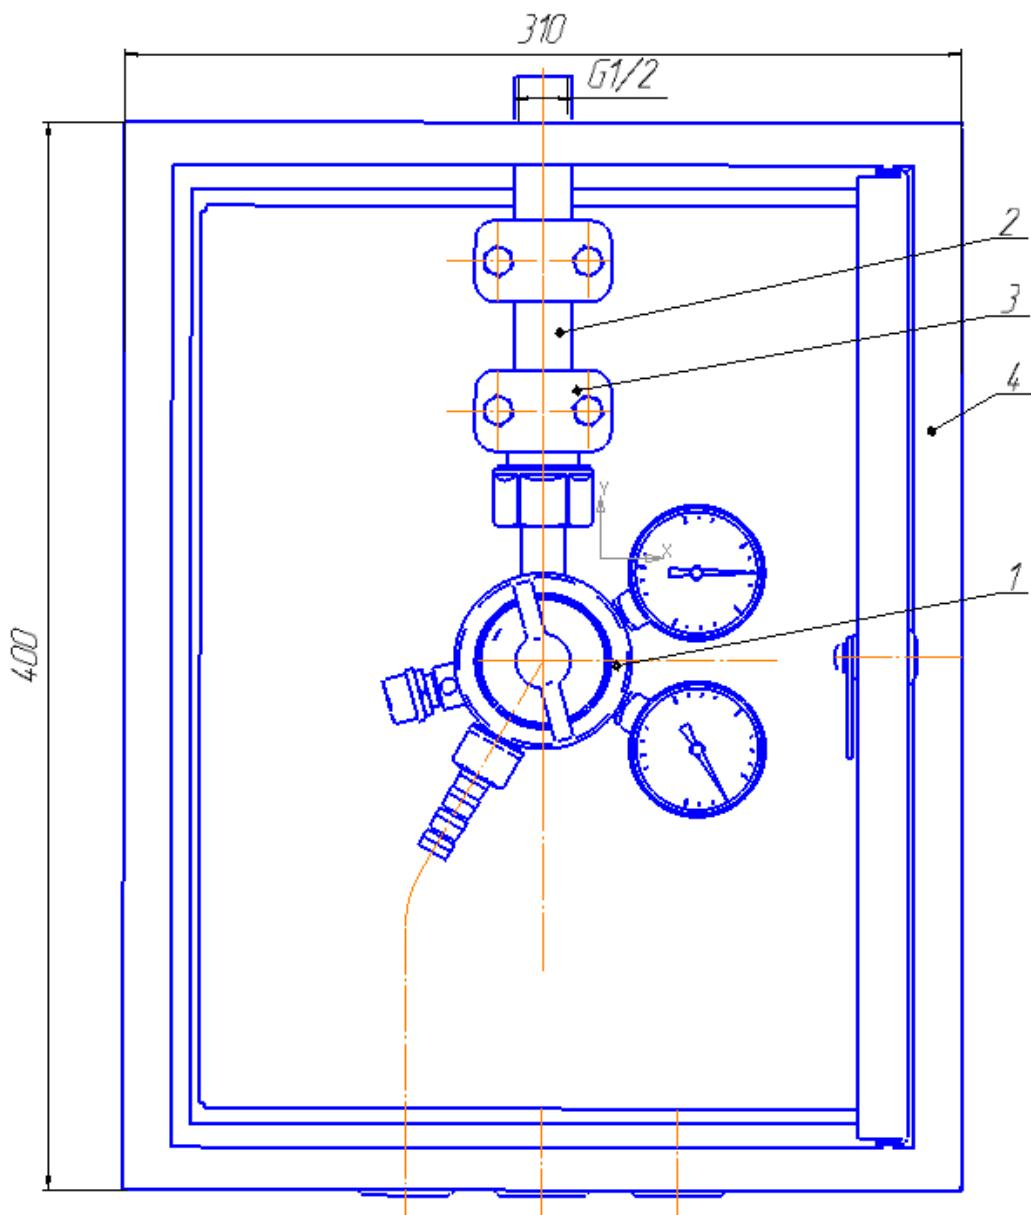

Рис. 1. Пост газоразборный ПГК-50-3
4.1 Внешний вид поста показан на рис. 1